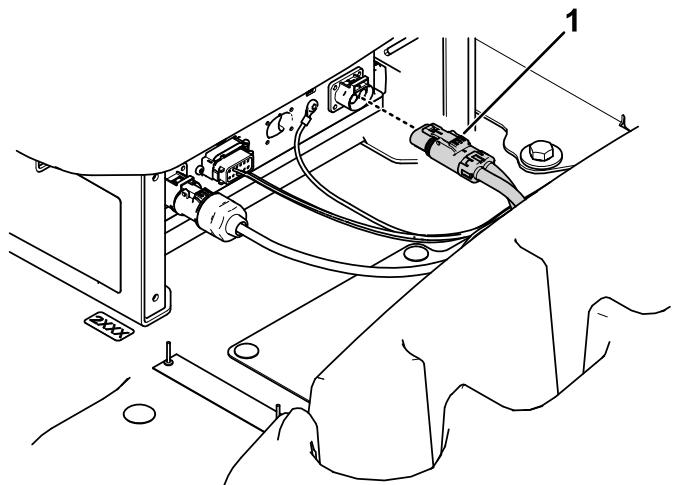

Figure 15
3. Débranchez le connecteur d'alimentation CC du chargeur (Figure 15).
2. Branchez le connecteur d'alimentation CC sur le chargeur (Figure 15).